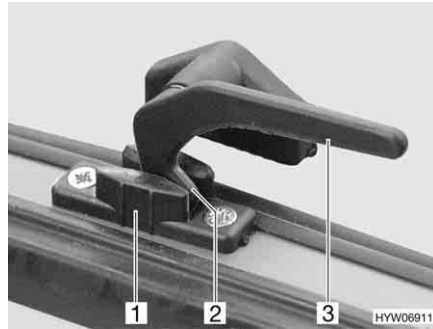

Bild 68 Verriegelungshebel in Stellung "Dauerbelüftung"
- in Stellung "Dauerbelüftung" (Bild 68)
- Den Verriegelungshebel (Bild 68,3) eine viertel Umdrehung zur Fenstermitte hin drehen.
- Den Verriegelungshebel wieder zurückdrehen. Die Verriegelungsnase (Bild 68,2) dabei in die Aussparung der Fensterverriegelung (Bild 68,1) einfahren.